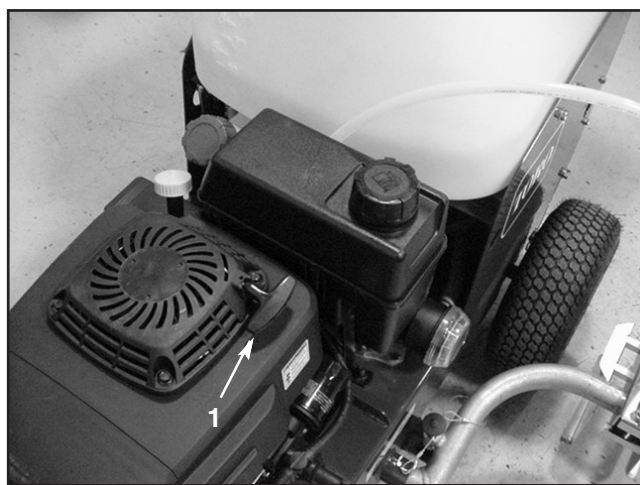

図15
リコイル・スタータ(図15)はエンジンの上部にあります。このスタータ・ハンドルを引くとエンジンが始動します。
4. 燃料バルブ(図15)を開く。
7. 抵抗を感じるまでスタータ・ハンドル (図15) を引き上げ、そこから力強く引く。ロープは自然に巻き取られる。